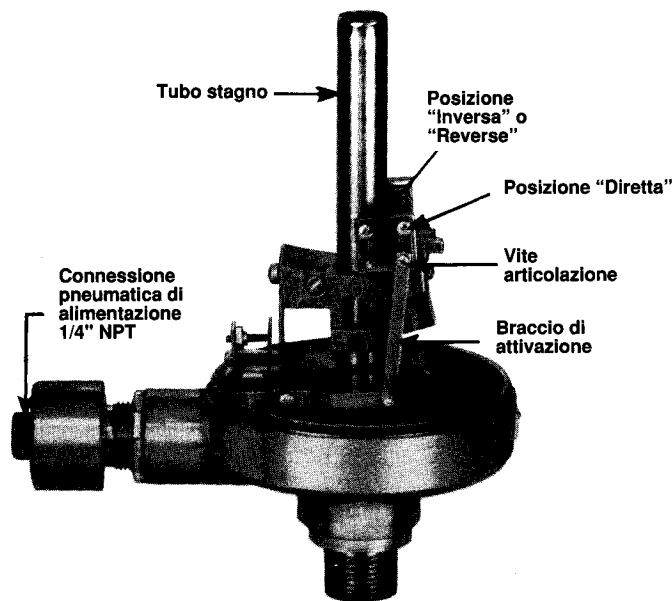

Figura 3
1. L'azione può essere invertita rimuovendo innanzi tutto la vite di articolazione superiore dal braccio di attivazione spostando quest'ultimo dalla posizione diretta (D) alla posizione inversa (R) come mostrato alla **Figura 3**.